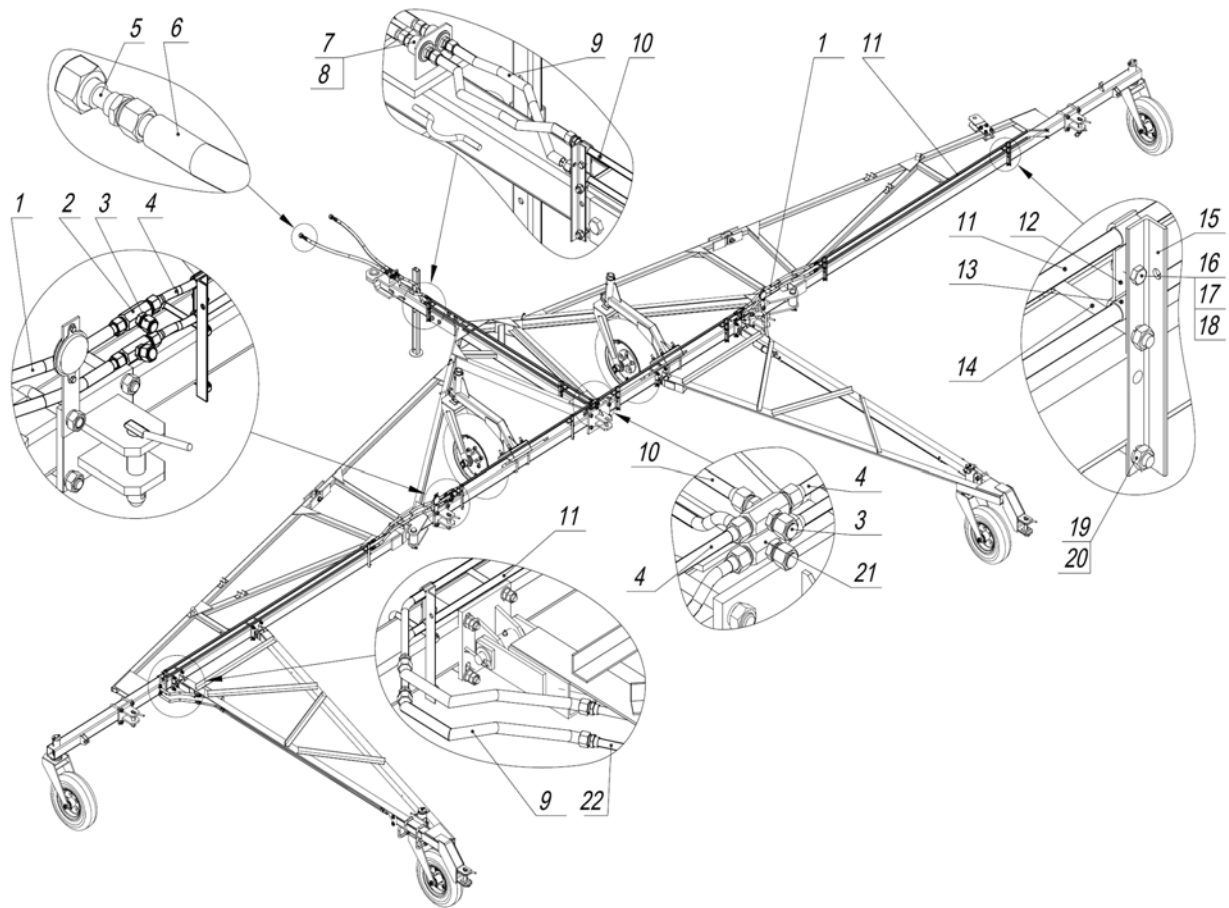

Рис.5. Гидросистема СП16К 10.000А
2.5 На сцепке с помощью специальных держателей 15 установлена гидросистема (рис.5). Гидросистема включает в себя: трубопроводы, муфты быстросоединяемые, рукава высокого давления. Она обеспечивает возможность управления механизмами присоединенных гидрофицированных сельхозмашин.